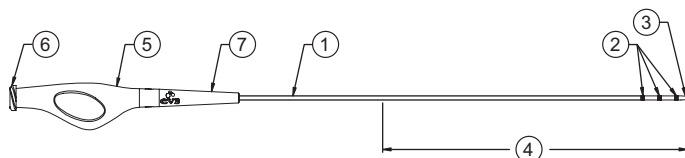

Figura 1. Cateter de suporte TrailBlazer
Como se mostra na Figura 1, a haste do cateter distal apresenta 3 marcadores radiopacos (2) que ajudam no posicionamento do cateter. A parte distal de 40 cm do cateter (4) possui um revestimento hidrofílico. O lúmen proximal (6) começa no interior do distribuidor (5), passa através da haste do cateter e termina na ponta distal. Este lúmen é utilizado para passar o cateter sobre um fio-guia. Os diâmetros máximos dos fios-guia compatíveis estão indicados nas especificações da Tabela 1. O tamanho e o comprimento do fio-guia do cateter estão assinalados no redutor de tensão (7).